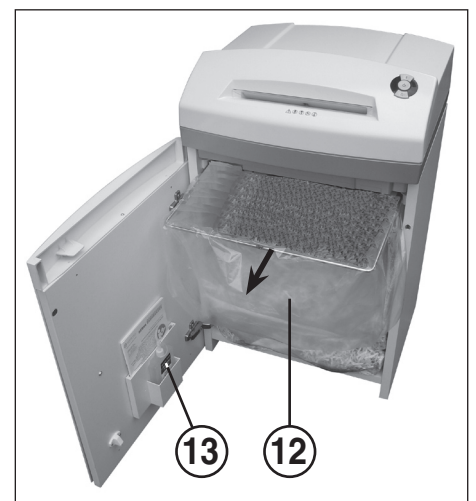

Fig. 4
12 = Saco colector de papel (Fig. 4)
13 = Recipiente de óleo (Fig. 4)
### ESVAZIAR O SACO COLECTOR PARA PAPEL (Fig. 4):
Abra a porta. O indicador de controlo (8) acende-se e o indicador LED (4) do botão de retrocesso (4), bem como o indicador de controlo (7) piscam. Retire o recipiente de óleo (13) (Fig. 4) do suporte da porta e volte a fechá-la.